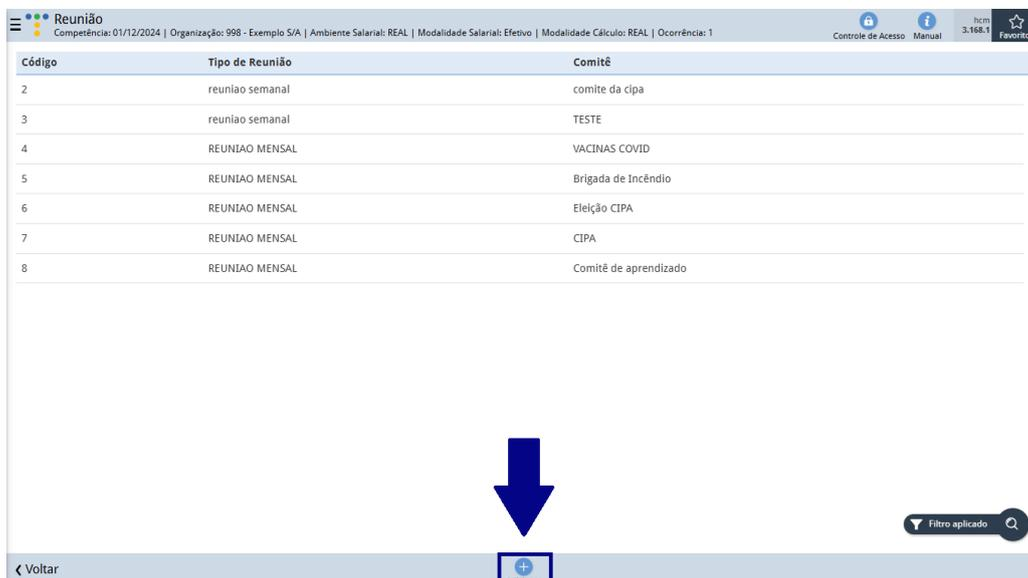

Figura 103: Adicionar
2. Aplique o filtro para listar reuniões existentes ou clique em **Adicionar** (Figura 103) para criar uma nova.